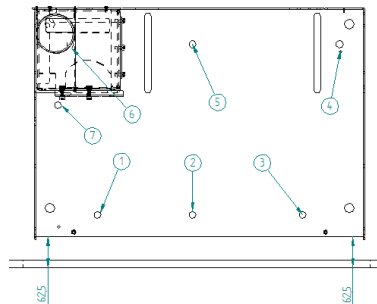

Figura 5 – Fixação base do equipamento
- Como pode observar-se na Figura 5 tem de se deixar uma distância de 62,5mm da base ao frontal da parede (tem que ficar perfeitamente paralelo).